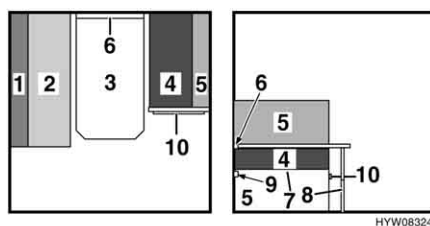

Fig. 28 Prima della trasformazione
- Sistemare i cuscini del divano (Fig. 28,2 e 4).
- Sollevare leggermente il piano del tavolo (Fig. 28,3) in avanti.
- Sbloccare l'arresto al piede del tavolo (Fig. 28,8) e ribaltare all'indietro la metà inferiore del piede del tavolo di 90°.
- Alzare il piano del tavolo (Fig. 28,3) di circa 45°, sollevarlo dalla guida di supporto superiore (Fig. 28,6) e mantenerlo ad un angolo di 45°.